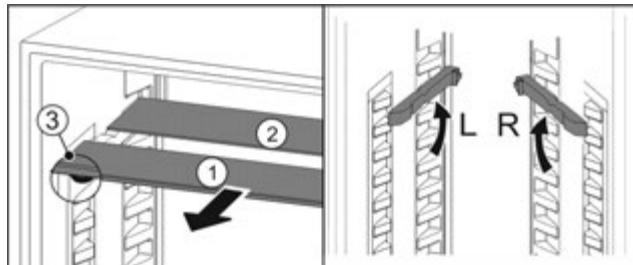

Fig. 48
- Посуньте Fig. 48 (1) скляну панель вперед.
- Скляна панель Fig. 48 (1) з декоративною планкою лежить спереду.
- Стопори Fig. 48 (3) показують вниз.